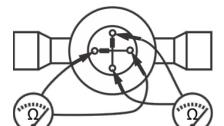

Рис. 5
- Для проверки шагового двигателя: Снимите разъем с контактов клапана. Используйте Омметр для измерений. Проверьте сопротивление обмоток как показано на рис. 5. Данные приведены в таблице ниже